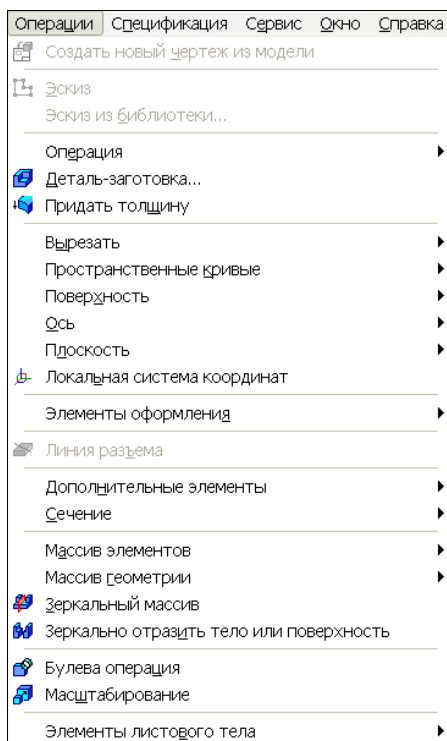

Рис. 21.2. Выпадающее меню пункта **Операции**
- ♦ **Операции** — содержит команды создания и выбора компонента и их сопряжения (рис. 21.2);